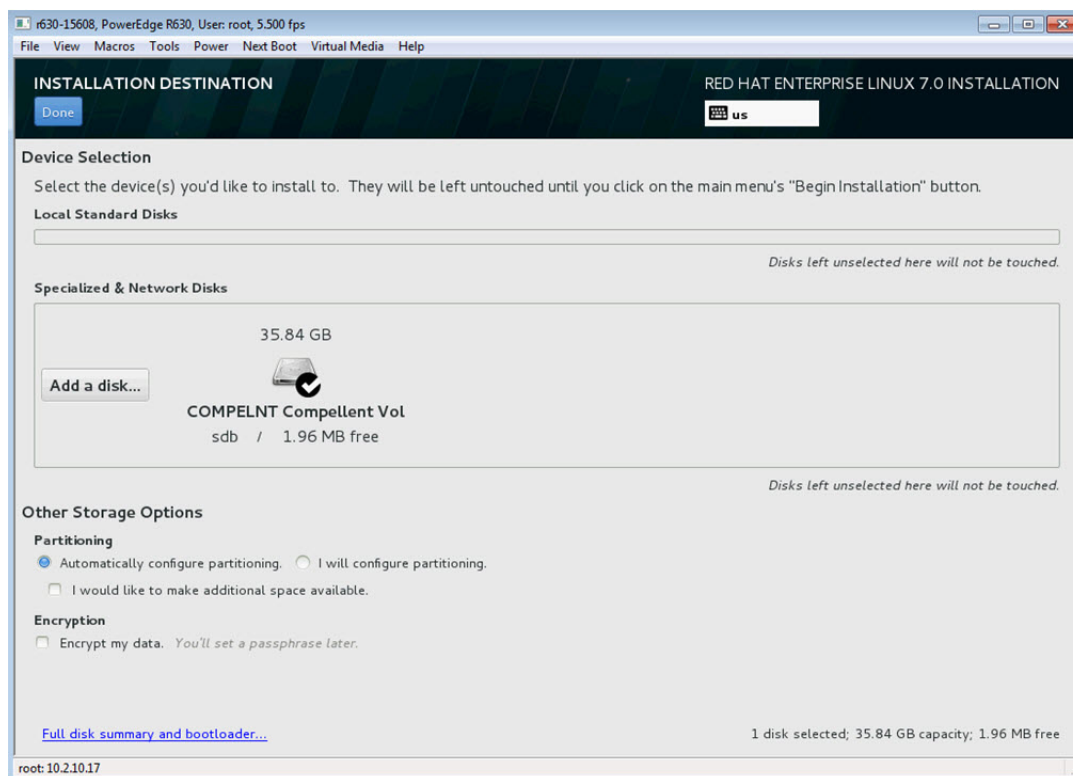

図 14-21. パーティションオプションの選択
13. Installation Destination（インストール先）ウィンドウ（図 14-21）の **Other Storage Options**（その他のストレージオプション）で、**Partitioning**（パーティション）オプションを選択し、**Done**（終了）をクリックします。